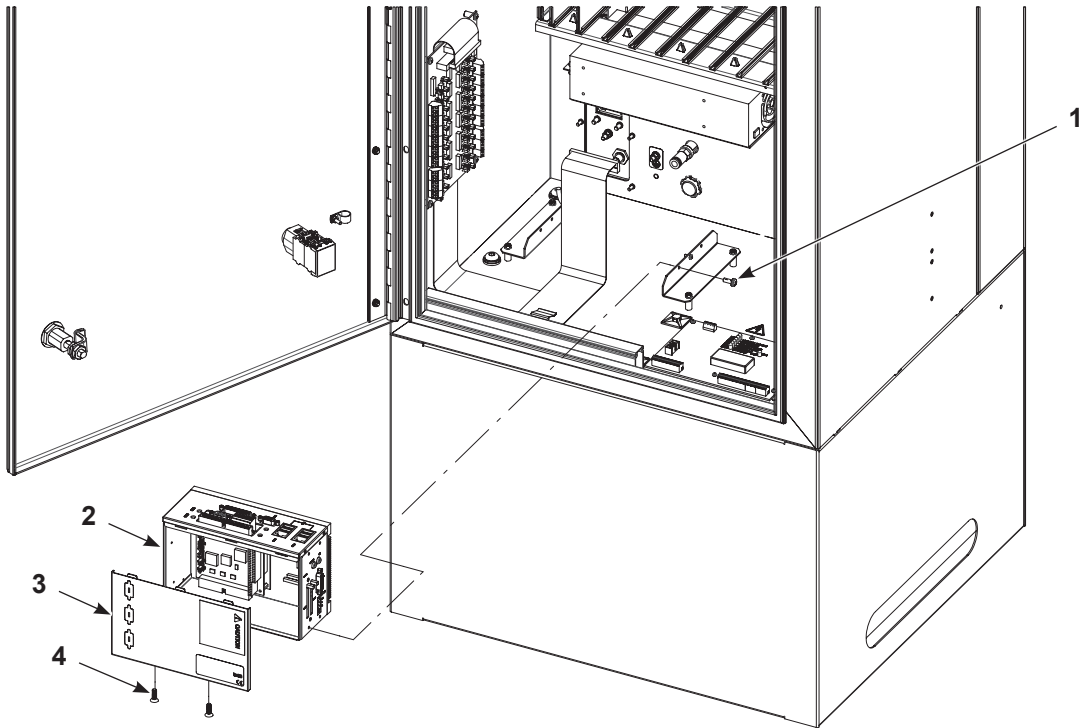

Abbildung 5-7 PC entfernen
1. Siehe Abbildung 5-7. Im Gehäuse der iControl alle Kabel und Drähte zum PC (2) abnehmen.
2. Den PC durch Entfernen der DIN-Schienen-Schrauben (1) von der iControl abnehmen.
3. Die vordere Abdeckung (3) des PC durch Entfernen der entsprechenden Schrauben (4) abnehmen.